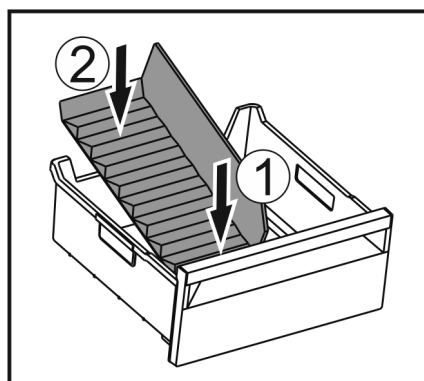

Fig. 103
- ▶ 装入冰格分隔器前部。 Fig. 103 (1)
- ▶ 将冰格分隔器后部放低至抽屉底板。 Fig. 103 (2)